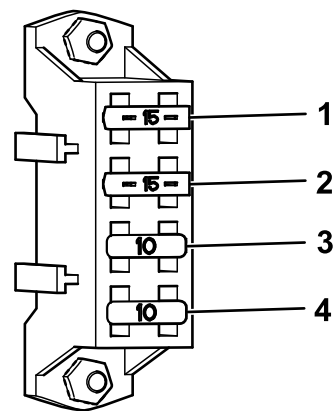

Рисунок 53
- Замените все перегоревшие предохранители (Рисунок 53).